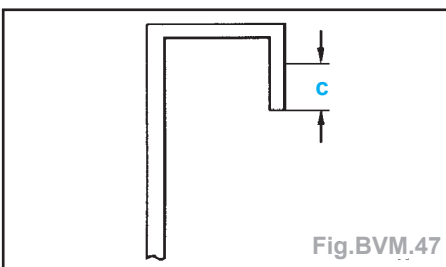

Fig.BVM.47
- Le niveau est correct, lorsque l'huile de boîte recouvre la partie inférieure (côte c) du profil (Fig.BVM.47) :